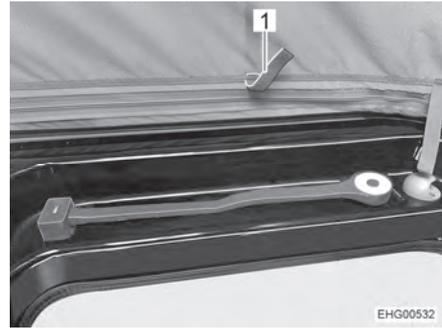

Bild 66 Schwanenhalsleuchte, Transportposition
- Schwanenhalsleuchte von Betriebsposition (Bild 65) in Transportposition (Bild 66) zurückführen.
- Zeltstoff an den dafür vorgesehenen Laschen (Bild 66,1) nach innen ziehen.